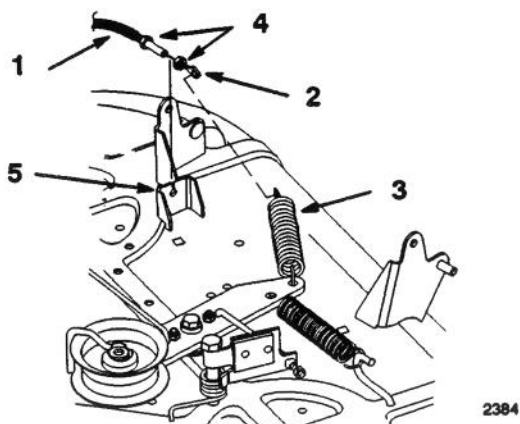

Figure 45
10. Enlever le premier écrou de blocage et enfiler le deuxième sur le câble jusqu'au bout. Faire passer le câble dans la fente du support des unités de coupe et enfiler le deuxième écrou de blocage sur le câble (Fig. 45).
11. Accrocher l'extrémité du câble sur le ressort de la poulie de renvoi (Fig. 45).